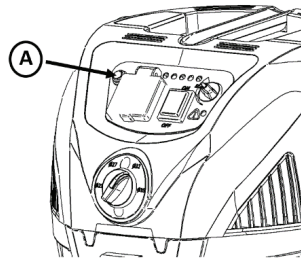

Fig. 19
La limpieza automática del filtro puede activarse o desactivarse a través del interruptor (A) del panel de control de la fig. 19. Cuando el interruptor se ilumina, la limpieza automática del filtro está activa.